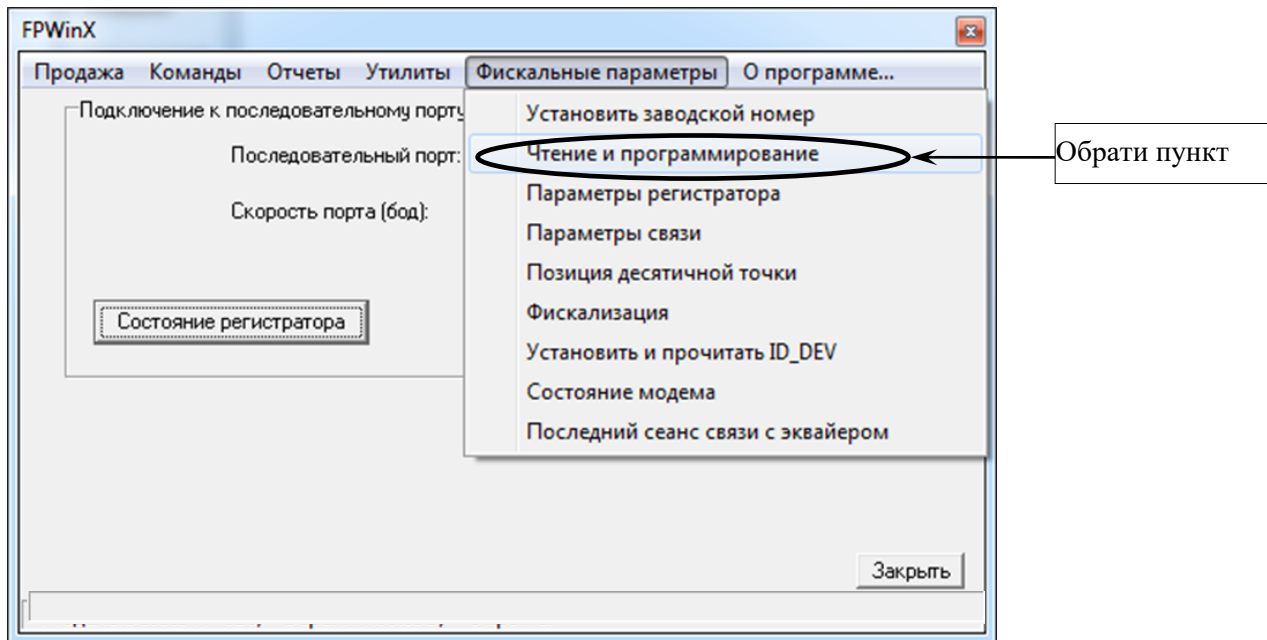

Рисунок 17
5.4 У вікні програми обрати закладку «Фискальные параметры», далі у випадаючому меню обрати пункт «Чтение и программирование» (рисунок 17).